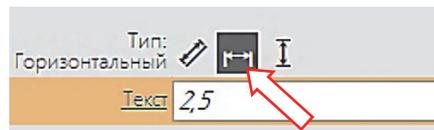

Рис. 3.2-1
2. На **Панели параметров** выбрать **Тип** размера – **Горизонтальный** (рис. 3.2-1).